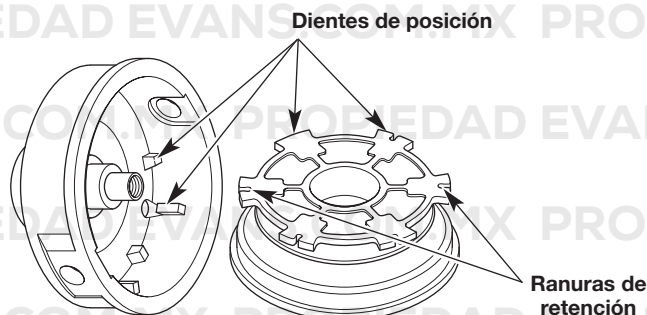

Fig. 17
6. Controle los dientes de posición y las ranuras de retención para detectar si están desgastados (Fig. 17). Si es necesario, elimine las rebabas o reemplace el carrete interior y la bobina exterior.